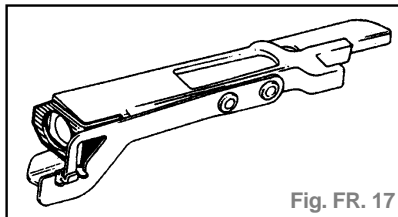

Fig. FR. 17
- S'assurer du bon positionnement du cliquet (fig. FR. 17).